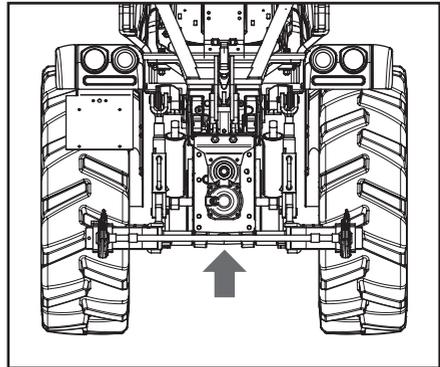
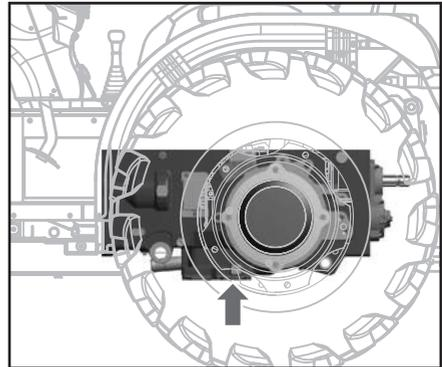

Abb. 6.49
Abb. 6.52
1. Den Ölstab (1), der sich im hinteren Bereich in der Nähe der Kraftheereinheit befindet, herausziehen.
2. Einen Behälter mit geeignetem Fassungsvermögen unter dem Ablassstutzen (Abb. 6.49), der sich im unteren Bereich des Getriebegehäuses befindet, positionieren.
3. Den Deckel des Ablassstutzens (2) entfernen und das gesamte, im Getriebe vorhandene Öl abfließen lassen.
5. Den Behälter unter dem Verschlussdeckel auf der Unterseite des Getriebegehäuses positionieren (Abb. 6.52). Die Schrauben lösen, den Verschlussdeckel (5) abnehmen und die Dichtung (6) entsorgen.